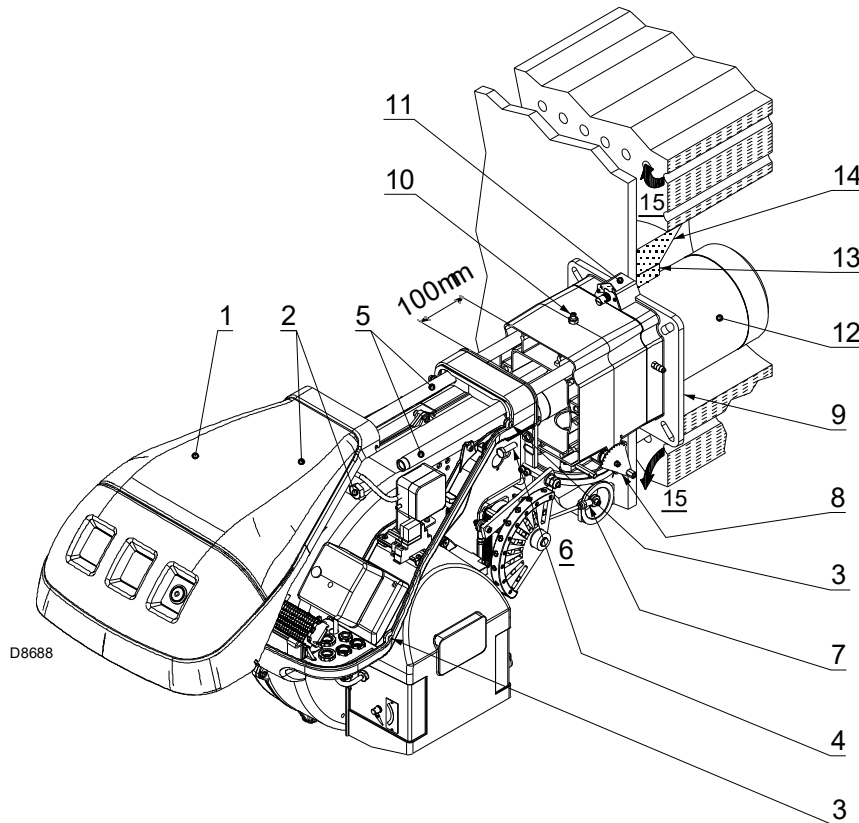
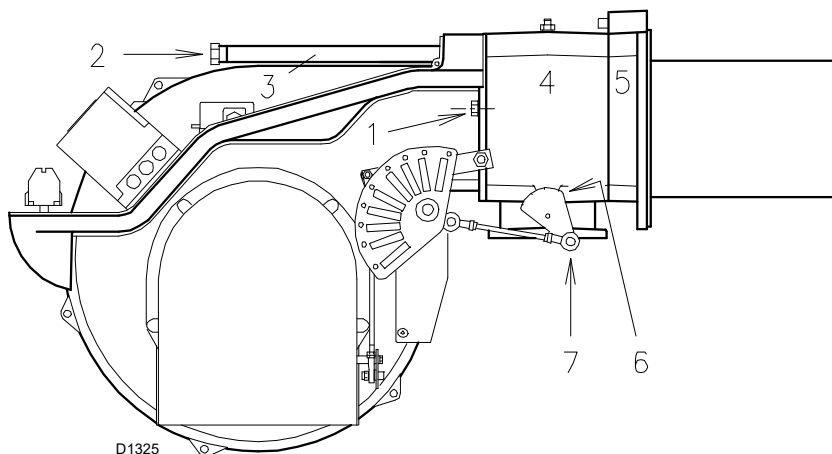

Fig. 11
Fig. 16
La lunghezza del boccaglio (Fig. 11) va scelta secondo le indicazioni del costruttore della caldaia e, in ogni caso, deve essere maggiore dello spessore della porta della caldaia, completa di refrattario.
Per le caldaie con giro dei fumi anteriore (Fig. 11), o con camera ad inversione di fiamma, eseguire una protezione in materiale refrattario (tra refrattario caldaia e boccaglio).
Separare, quindi, la testa di combustione dal resto del bruciatore, come illustrato in Fig. 11.
Effettuata questa eventuale operazione, fissare la flangia 11)(Fig. 11) alla piastra della caldaia interponendo lo schermo isolante 9)(Fig. 11) dato a corredo.
- rimontare il bruciatore sulle guide 3)(Fig. 16) a circa 100 mm dal manicotto 4) - bruciatore in posizione illustrata in Fig. 11, pag. 15;
- inserire il cavo della sonda ed il cavo dell'elettrodo e quindi far scorrere il bruciatore fino al manicotto, bruciatore nella posizione illustrata dalla Fig. 16;